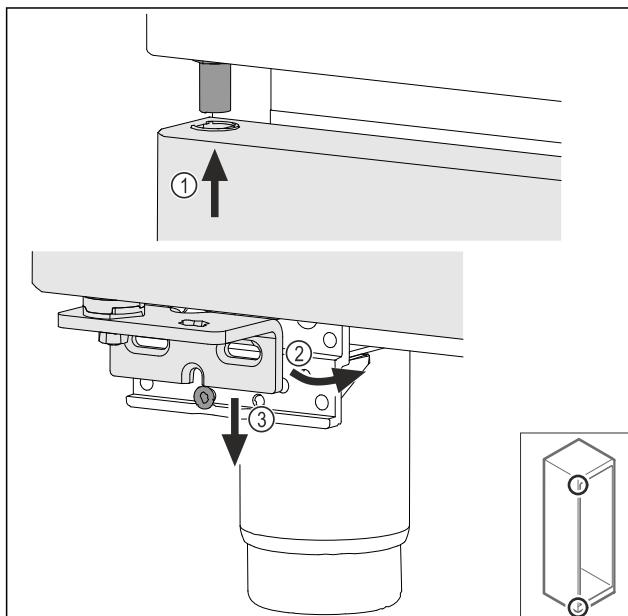

Fig. 49
- Περάστε επάνω την πόρτα υπό ελαφρά κλίση Fig. 49 (1), ευθυγραμμίστε την πόρτα Fig. 49 (2) και τοποθετήστε την κάτω στη βίδα του στηρίγματος Fig. 49 (3).